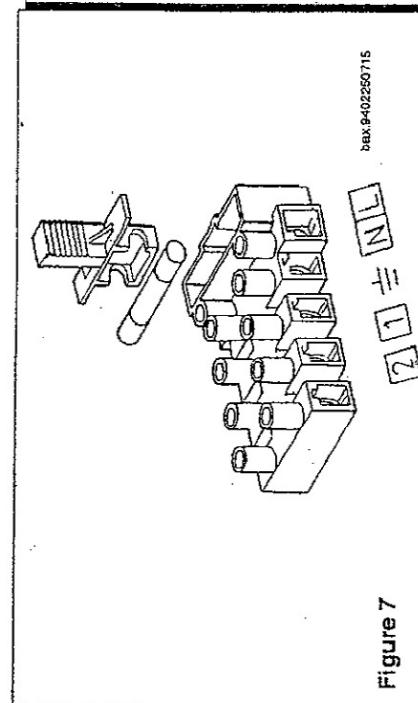

Figure 7
- * accéder au bornier d'alimentation (figure 7) selon la description du chapitre précédent;
- * enlever le shunt présent sur les bornes (1) et (2);